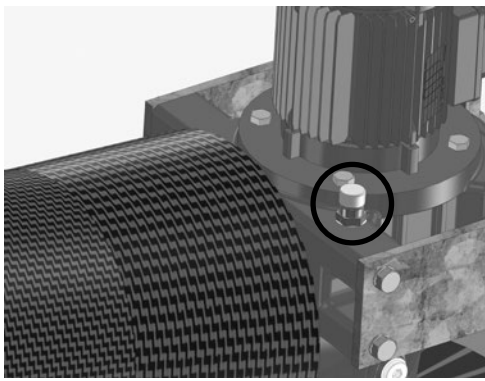
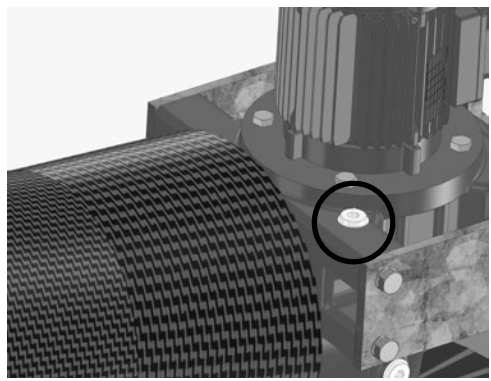

Рисунок 4: Верно!
Рисунок 5: Неверно!
Воздухоотводный винт для привода прилагается, монтаж перед первой активацией обязателен! (см. Рис. 4). 2 винта М10 рядом с вертикальной щеткой для фиксации направляющей (при транспортировке) должны быть удалены перед вводом в эксплуатацию, но только после монтажа. Винты следует сохранить для последующих работ по техническому обслуживанию или же для транспортировки!
**После монтажа и перед первой активацией ранее установленный запорный винт (Рис. 5) на приводе следует заменить прилагаемым в комплекте воздухоотводным винтом (Рис. 4).